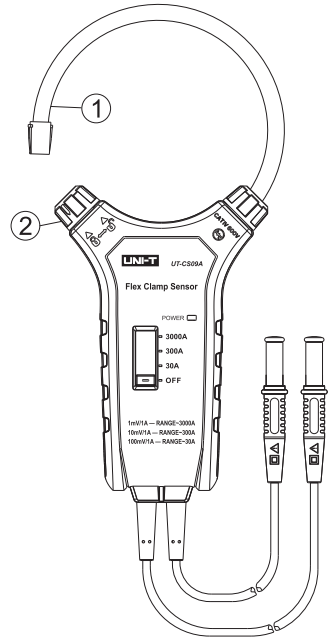

图: 3
- 2.按逆时针方向转动钳头锁定装置,可松开柔性钳头(如图:3)。